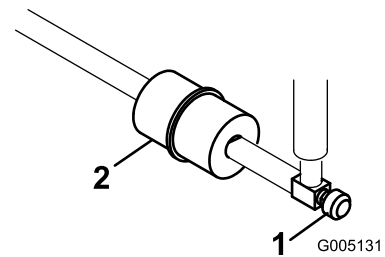

Figure 47
Le filtre à carburant est incorporé dans la conduite d'alimentation, entre le réservoir de carburant et le carburateur (Figure 47). Vérifiez que la flèche qui se trouve sur le filtre pointe bien dans la direction opposée au réservoir de carburant.
1. Fermez le robinet de carburant, desserrez le collier de flexible côté carburateur et débranchez la conduite d'alimentation du filtre (Figure 47).
2. Placez un bac de vidange sous le filtre, desserrez l'autre collier de flexible et déposez le filtre (Figure 47).